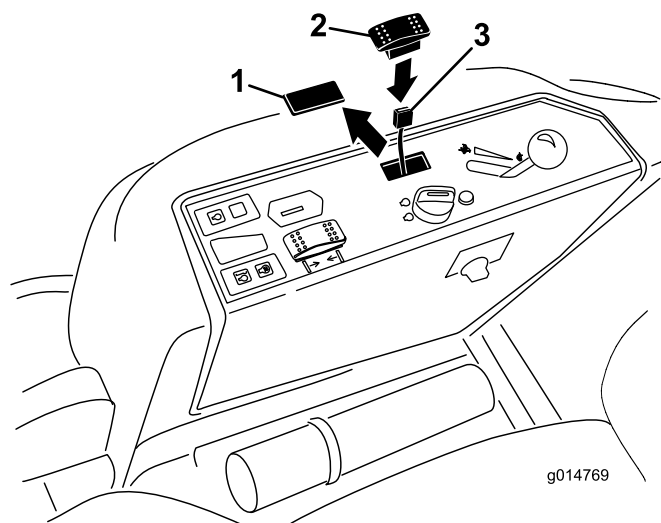

Figura 3
1. Rimuovete il tappo dalla plancia per esporre il foro di montaggio dell'interruttore (Figura 3).
2. Inserite l'interruttore nel foro della plancia (Figura 3). Posizionate l'interruttore in modo da premerlo in avanti.